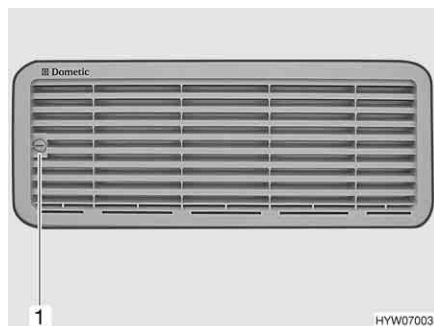

Fig. 69 Grille d'aération du réfrigérateur
- Tourner la vis (Fig. 69,1) d'un quart de tour à l'aide d'une pièce de monnaie.